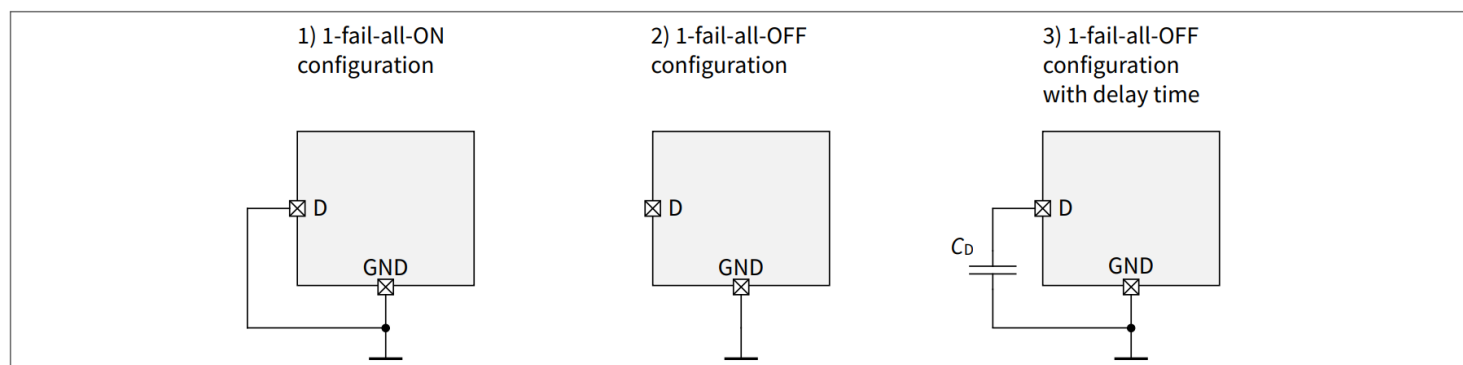

图 15 D引脚配置
- 根据执行的故障管理策略对LED阵列中的错误情况做出反应，在多个LED链用于给定功能的系统中，如图15所示